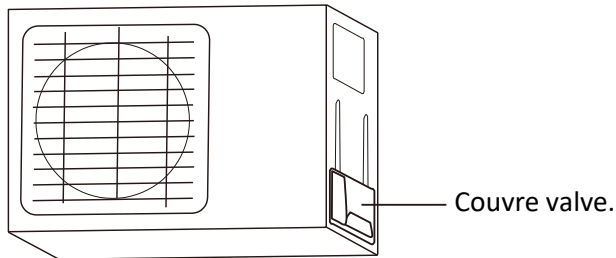

Fig. 5.9
1. Dévissez le couvercle de la valve se trouvant sur le côté du module extérieur. (Voir Fig. 5.9)